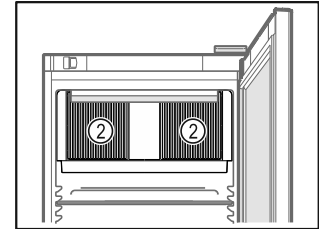

Fig. 56
- Не закрывайте вентиляционную щель Fig. 56 (2) вентилятора циркуляционного воздуха во внутренней камере.